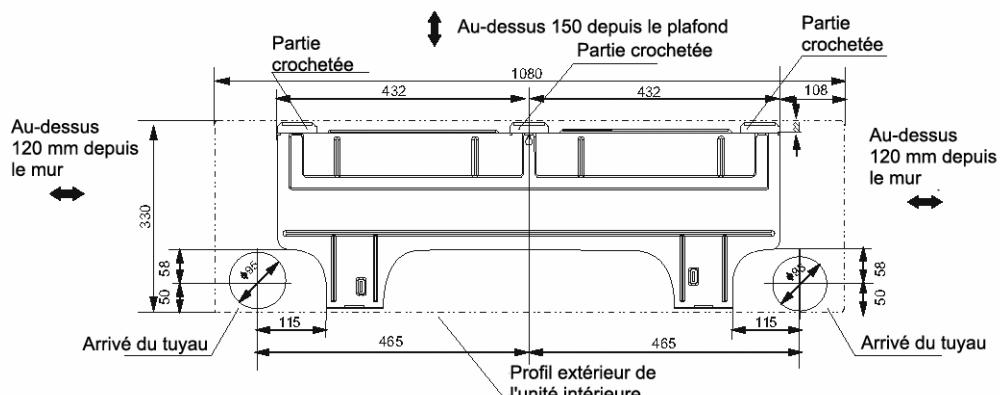

Fig. 5
- Déterminer la position des trous en fonction du diagramme détaillé à la Fig.5. Percer un (1) trou ( $\Phi 95$  mm) légèrement incliné vers l'extérieur.